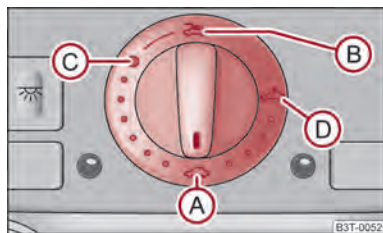

Fig. 29 Conmutador giratorio para el techo corredizo/elevable eléctrico
El techo corredizo/elevable se maneja con el conmutador giratorio ⇒ fig. 29 y sólo funciona estando conectado el encendido. El conmutador giratorio tiene varias posiciones.
- Gire el conmutador a la posición (C) ⇒ fig. 29.
- Gire el conmutador a la posición (A) ⇒ fig. 29.
El techo corredizo/elevable está equipado con un limitador de fuerza. Si un obstáculo (p. ej., hielo) impide el cierre, el techo corredizo/elevable se parará y se abrirá completamente. Puede cerrar por completo el techo corredizo/elevable sin limitación de fuerza, pulsando el interruptor en la posición **A** ⇒ fig. 29 delantera hasta que el techo corredizo/elevable esté completamente cerrado ⇒ **A**.
Tras cada accionamiento de emergencia se debe colocar el techo corredizo/deflector en la posición básica. Por ello, se deberá colocar el conmutador giratorio en la posición **A** ⇒ fig. 29 y presionar hacia delante durante unos 10 segundos.